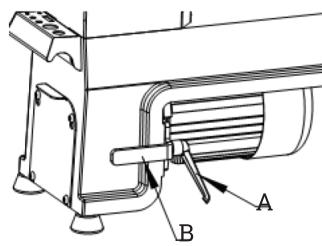

Рис. 9
2. Разблокировать зажимную рукоятку (А) (рис. 9).
3. Поднять рукоятку натяжителя (В) (см. рис. 9), чтобы ослабить натяжение поликлинового ремня. После этого можно перекинуть ремень